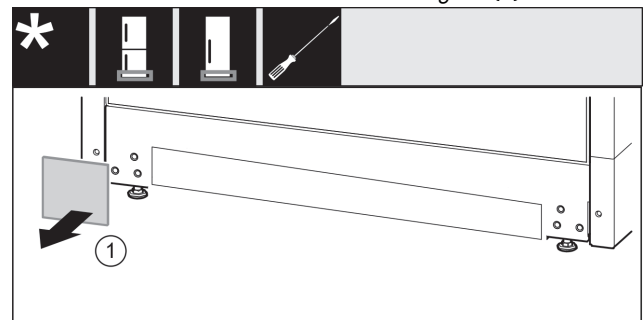

Fig. 15
- ▶ Tag afdækningen af. Fig. 15 (1)